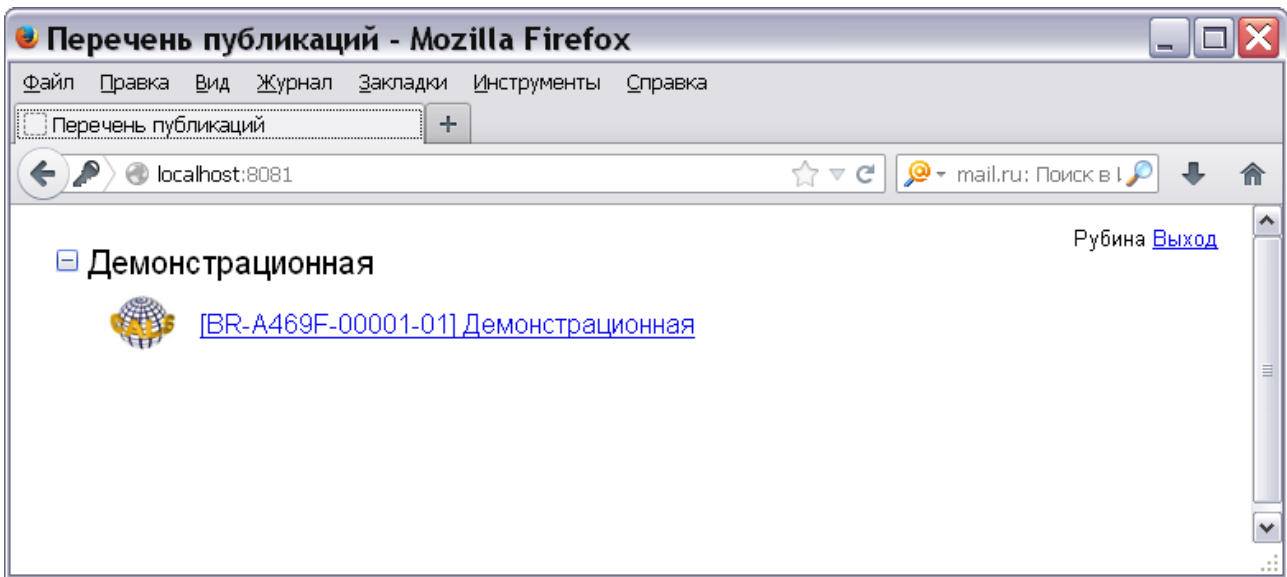

Рис. 2
3. Нажмите на кнопку . После этого появятся названия группы и публикации (Рис. 2).